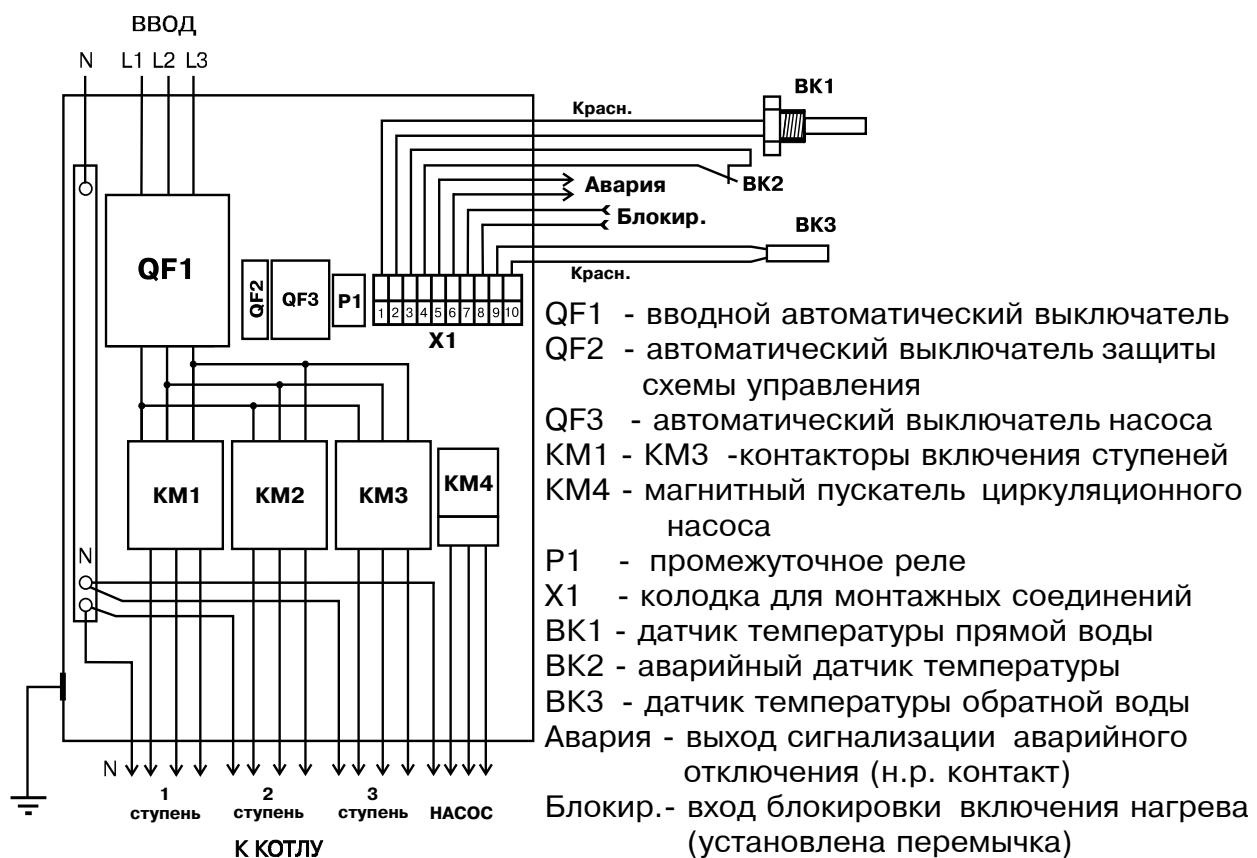

Рис.2 Схема подключения панели управления ПУ ЭВТ-ИЗ.4
5.2. Эксплуатация панели должна осуществляться только при условии ее подключения в соответствии со схемой электрической подключений (Рис.2).
6.3. Подключить панель к водонагревателю проводами или кабелями соответствующего сечения (исходя из мощности водонагревателя) согласно схеме подключений Рис.2 настоящего паспорта .
- открыть крышку, предварительно отомкнув замки (18) с помощью ключей, входящих в комплект;
6.4. Установить датчик температуры прямой воды на предназначеннное в водонагревателе место. Подключить датчик к монтажной колодке X1 в соответствии со схемой Рис.2, обращая особое внимание на полярность подключения. Провод красного цвета, подключается на клемму (1), синего цвета на клемму (2) колодки X1. Установить датчик перегрева ВК2 в водонагревателе без прокладки, не прилагая большого усилия при закручивании. Установить датчик обратной воды на обратную магистраль системы отопления и подключить его к колодке X1 обращая особое внимание на полярность подключения.
6.5. Выполнить заземление корпуса панели в соответствии со схемой подключений Рис.2.